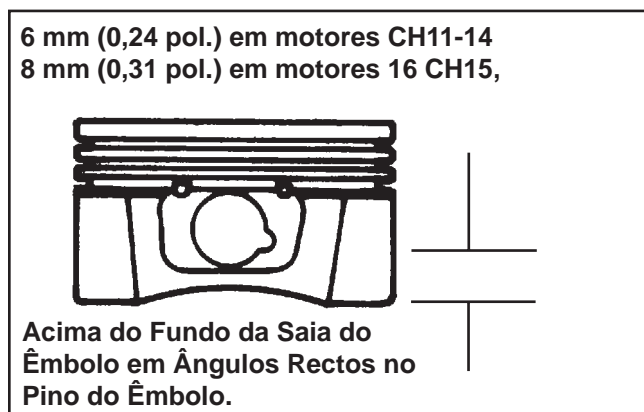

Figura 10-2. Medir o Diâmetro do Êmbolo.
1. Com um micrómetro, meça o diâmetro do êmbolo perpendicular ao pino do êmbolo e de cima para baixo da saia do êmbolo, conforme indicado na Figura 10-2, baseando-se no modelo envolvido.